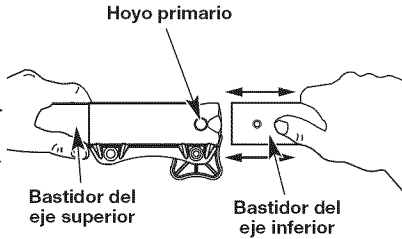

Fig. 3
2. A la vez que sostiene firmemente el accesorio, empujelo derecho hacia el interior del acoplador Convertible™ hasta que el botón de desconexión encaje sólidamente en el orificio principal (Fig. 3).
3. A la vez que sujeta la caja del eje superior, tire del accesorio recto hacia afuera del acoplador Convertible™ (Fig. 3).